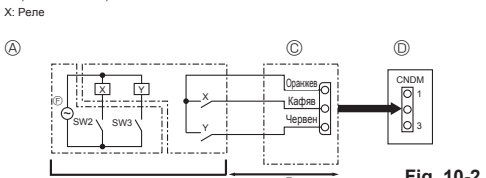

Fig. 10-2
10.2. Функция за заявяване на енергия (модификация на място) (Fig. 10-2)